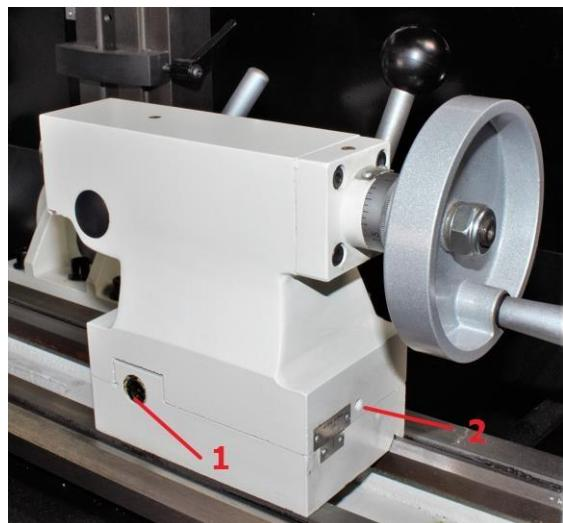

Рис. 14. Настройка смещения задней бабки: 1- настроечные винты, расположены симметрично друг к другу, 2 зажимной винт
Ослабьте зажим задней бабки, ручкой(9) рисунок 2(а) и шестигранным ключом на 3 мм отверните зажимной винт (рисунок 14) на несколько витков.
Ослабьте настроечные винты (рисунок14) шестигранным ключом на 6 мм.